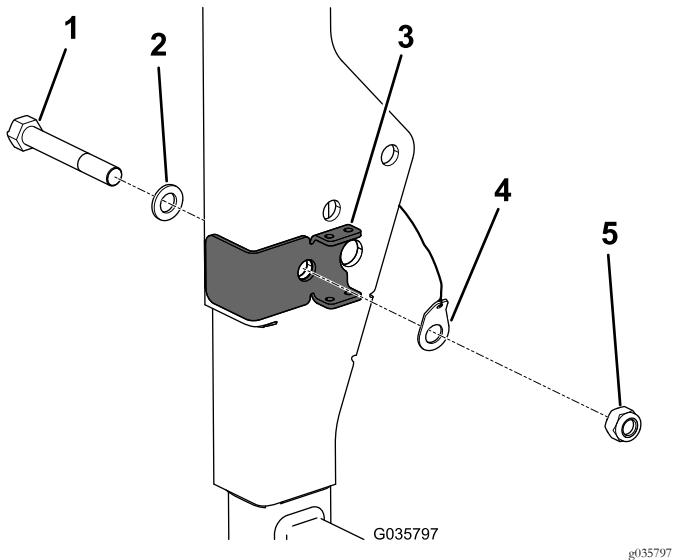

Figure 8
- 3. Alignez le trou dans le support du ROPS et le trou dans le ROPS, puis montez le boulon neuf et la rondelle existante (Figure 8).